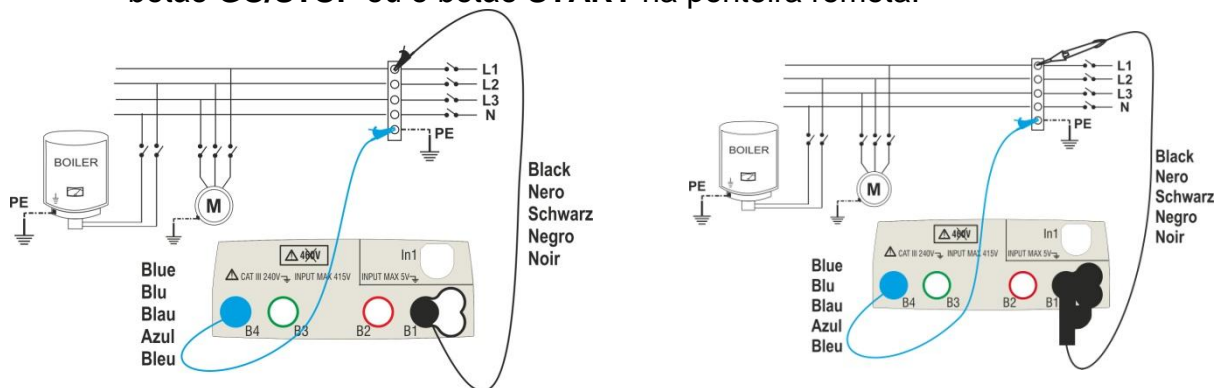
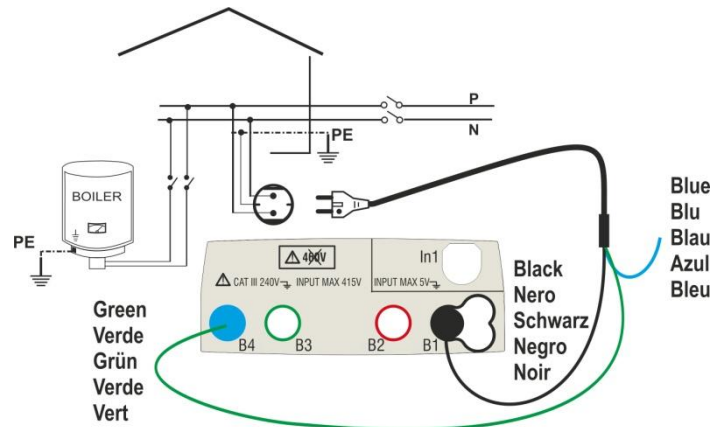

Fig. 8: Verificação do isolamento entre fase e terra através de cabos individuais e ponteira remota
Fig. 9: Verificação do isolamento entre fase e terra através de ficha shuko
6. Conectar os crocodilos e/ou as ponteiros e/ou a ponteira remota nas extremidades dos condutores em exame de acordo com as Fig. 8 e Fig. 9.